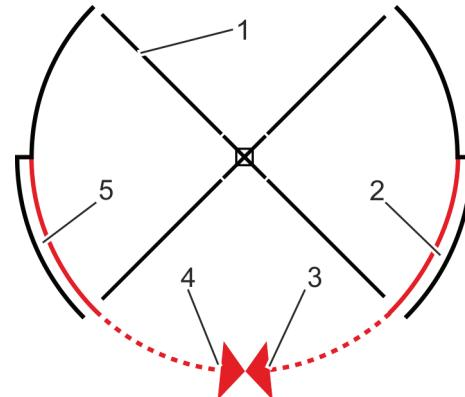

Рис. 38 Блокировка сегментов ночного экрана (четыре створки)
Разблокировать сегменты ночного экрана (рис. 38/3 + 4) в боковых карманах (рис. 31/2 + 5) с помощью квадратного ключа.
Войти в карусельную дверь (рис. 38) и повернуть створки (рис. 38/1) вручную до ночного экрана (рис. 38/3 + 4).
3. Разблокировать сегменты ночного экрана (рис. 38/3+4) в боковых карманах (рис. 38/2 + 5) с помощью квадратного ключа.
4. Выдвинуть сегменты ночного экрана (рис. 38/3 + 4) из боковых карманов (рис. 38/2 + 5) в зону входа до закрытия входа.
5. Заблокировать сегменты ночного экрана (рис. 38/3 + 4) с помощью квадратного ключа.